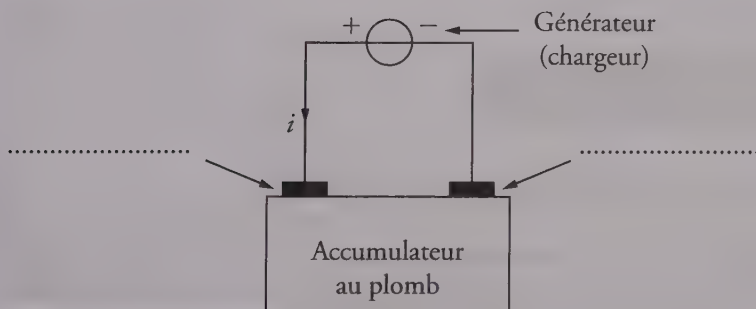

Figure 2
Lors de la charge, l'accumulateur joue le rôle d'électrolyseur. Un générateur de charge, de force électromotrice supérieure à celle de l'accumulateur impose le sens du courant (voir figure 2 de l'annexe).
- 2 Sur la figure 2, indiquer l'anode et la cathode de l'accumulateur.